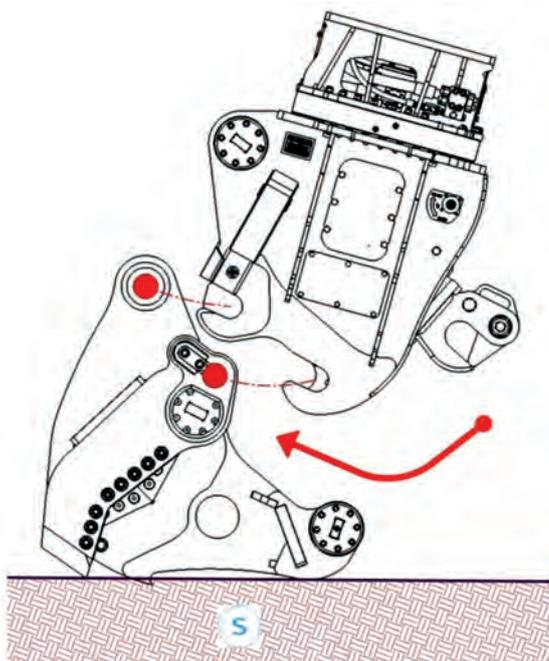

Рис. 5.2.9
а) Удостоверьтесь, что цилиндр (C) находится внутри рамы, как на Рис. 5.2.7. а) Для облегчения сборки установите комплект на плоскую поверхность (S), как это показано на Рис. 5.2.9.
б) Подсоедините комплект (Рис. 5.2.9).